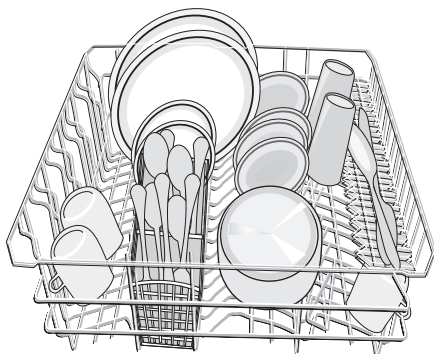

Figure 27/Ilus. 27
1. Load the upper rack. Figure 27 shows a typical mixed load placed correctly in the upper rack.
1. Charger le panier supérieur. La figure 27 montre une combinaison typique correctement placée dans le panier supérieur.
1. Cargue el estante superior. La Ilustración 27 muestra una carga típicamente variada acomodada correctamente en el estante superior.